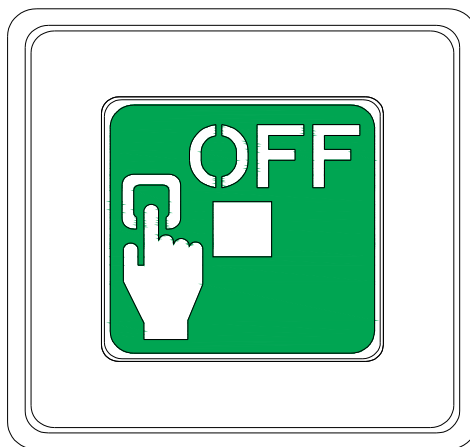

Рисунок 5 – Кнопка сброса КСТ-01
- кнопка сброса КСТ-01(рисунок 5) имеет на клавише наклейку зеленого цвета с пиктограммой изображающей персонал;